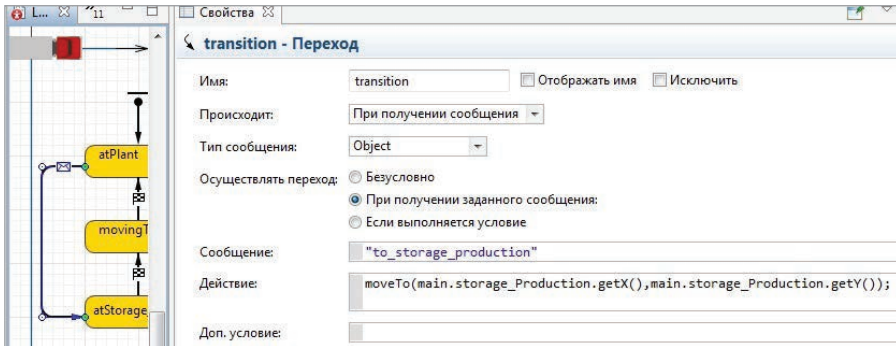

Рис. 6.40. Изменение перехода из состояния atPlant в состояние atStorage_production в агенте Lorry
- в переходе из состояния **atPlant** в состояние **atStorage_production**, как на рис. 6.40;